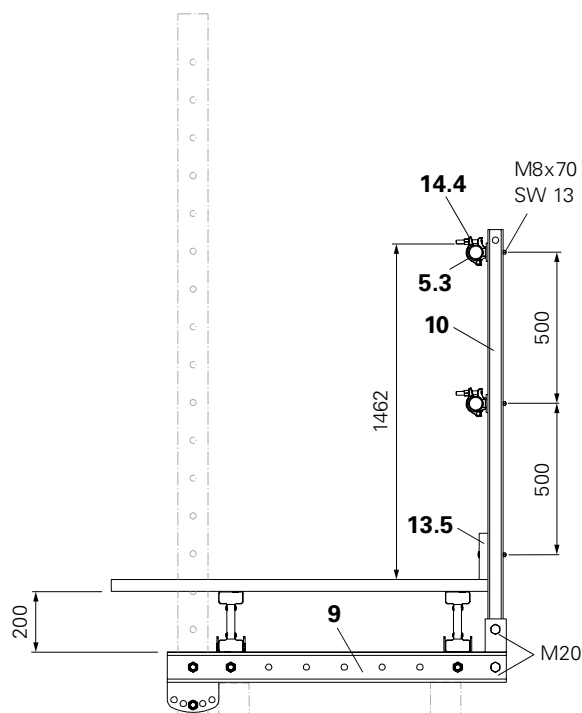

Fig. A1.21
3. Fissare il raccordo corrente parapetto CB (14.4) al montante (10) con viti M8 x 70, SW 13. (Fig. A1.21)